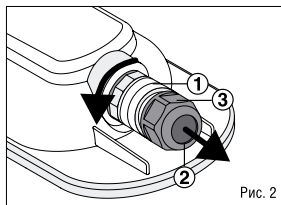
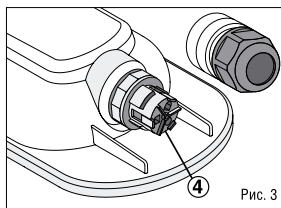

Рис. 2
Рис. 3
- Для подключения светильника к сети необходимо открутить колпачок коннектора (1) (Рис. 2), ввести сетевые провода в уплотняемое отверстие (2) в гайке (3) и подключить к клеммной колодке (4) в коннекторе в соответствии с указанной маркировкой: 1 – клемма L1, 2 – клемма N, 3 – клемма L2 (Рис. 3). Клемма L2 предназначена для реализации вкл/выкл внешнего выключателя светильника.